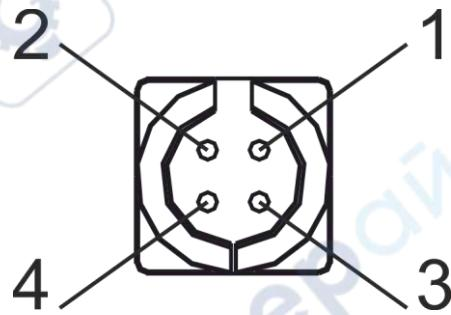

Рисунок 3.11 Разъем интерфейса RS-485
Преобразователь, изображенный на рисунке 3.10, можно подключить к измерительному блоку с помощью кабеля-удлинителя (см. рисунок 3.11).
- 4.3 Для всех исполнений кроме ИВТМ-7 М 2(-Д)-В, ИВТМ-7 М 3(-Д)-В соединить измерительный блок с измерительным преобразователем напрямую или кабелем-удлинителем (см. рисунок 3.11). В случае если анализируемая среда предполагает содержание механической пыли, паров масла принять меры по их устраниению.